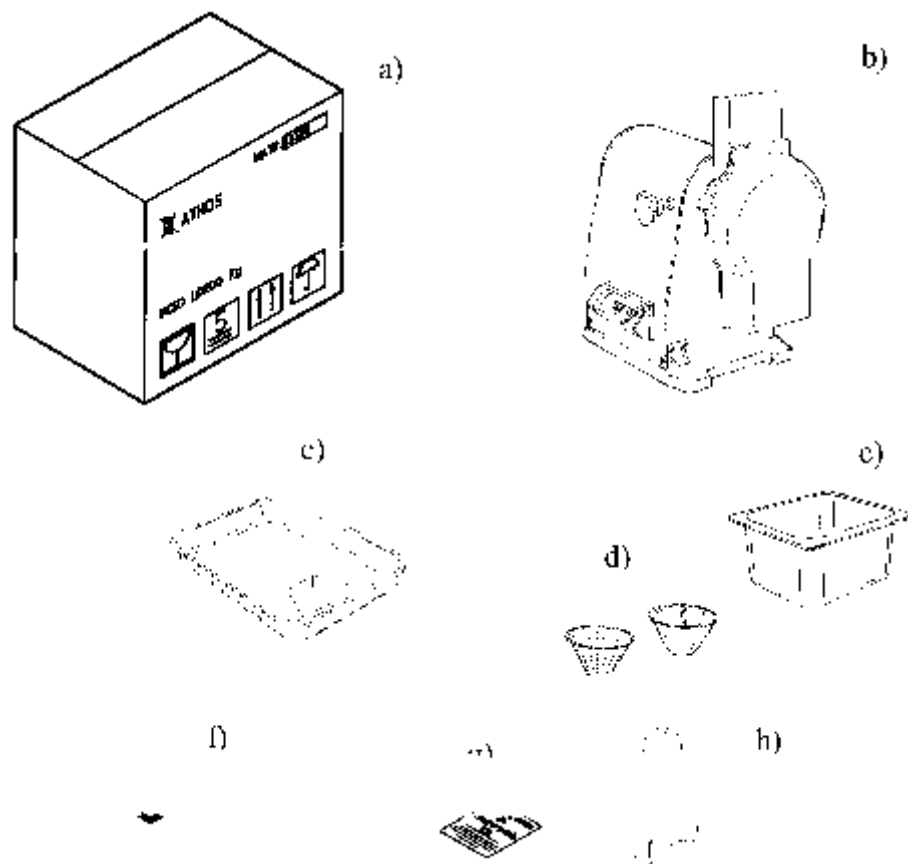

Рисунок 3. Упаковка
3.1 Транспортировка установки (см. Рисунок 3)
После доставки груза проверить внешний вид упаковки и наличие всех вышеуказанных позиций (см. рисунок 3). В случае обнаружения на ней вмятин или признаков падения груза немедленно поставить об этом в известность транспортно-экспедиционное агентство или посыльного, и течение трех дней от даты, указанной на сопроводительных документах составить и предоставить перечень всех выявленных повреждений груза.